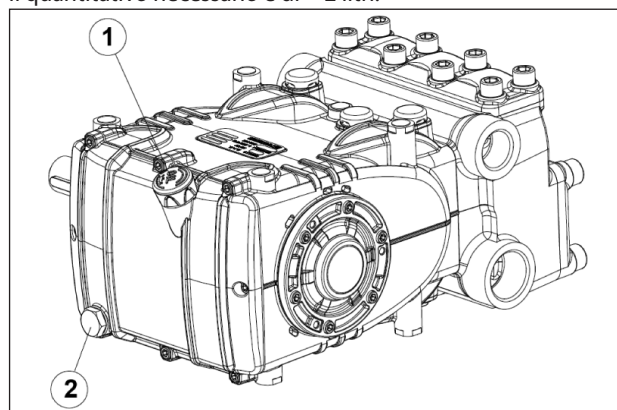

Fig. 3
Controllare il livello dell'olio, se necessario rabboccare Dall'asta livello olio pos. ①, Fig. 3.
Il controllo corretto del livello dell'olio si esegue con la pompa a temperatura ambiente, il cambio dell'olio va eseguito con pompa a temperatura di lavoro rimuovendo: l'asta livello olio pos. ①, e successivamente il tappo pos. ②, Fig. 3.